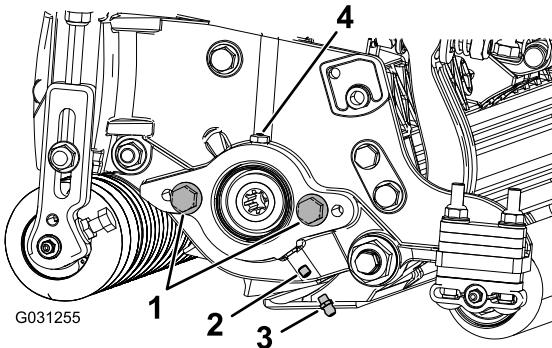

Figura 4
1. Retire e deite fora o parafuso de afinação da placa lateral do motor do cilindro (Figura 4).
2. Instale o bocal de lubrificação reto (Figura 4).
2. Se não existirem parafusos na placa lateral do motor do cilindro, instale-os (Figura 4).